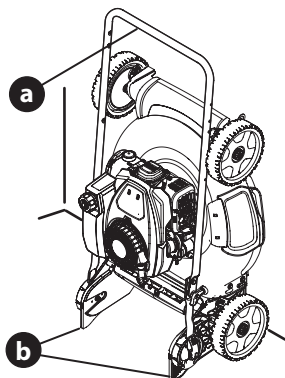

Figura 21
6. Levantando de la manija (a), incline la cortadora hacia arriba sobre las ruedas traseras y hacia atrás del soporte de la manija (b) (Figura 21).
2. Para desplegar la manija, destrabe las dos palancas de liberación de la manija (recuadro, Figura 21) y realice los PASOS 5-8 de MONTAJE, Manija de Almacenamiento Vertical en la page 31.